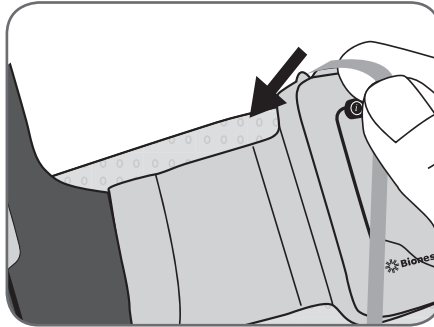

Abbildung 9-16: Band wird auf die untere Silikon-Einlage über die RF-Stimulationseinheit geschoben
6. Schieben Sie das Band auf die untere Silikon-Einlage über die Oberschenkel-RF-Stimulationseinheit (siehe Abbildung 9-16).